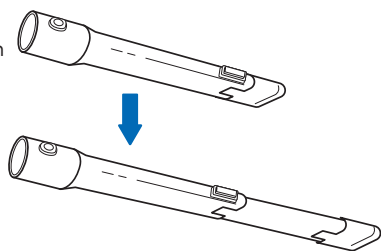

Imagen 2.2
- Pulse el botón para extender la boquilla para hendiduras (Imagen 2.2)